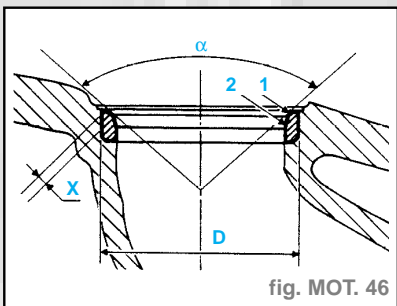

fig. MOT. 46
- La rectification de la portée d'admission s'effectue avec la fraise n° 208 côté 31°, réduire la largeur de cette portée en 2, grâce à la fraise n° 211 côté 75° jusqu'à l'obtention de la largeur X (fig. MOT. 46) :
- La rectification de la portée d'échappement s'effectue avec la fraise n° 204 côté 46°, réduire la largeur de cette portée en 2, grâce à la fraise n° 211 côté 60° jusqu'à l'obtention de la largeur X (fig. MOT. 46) :